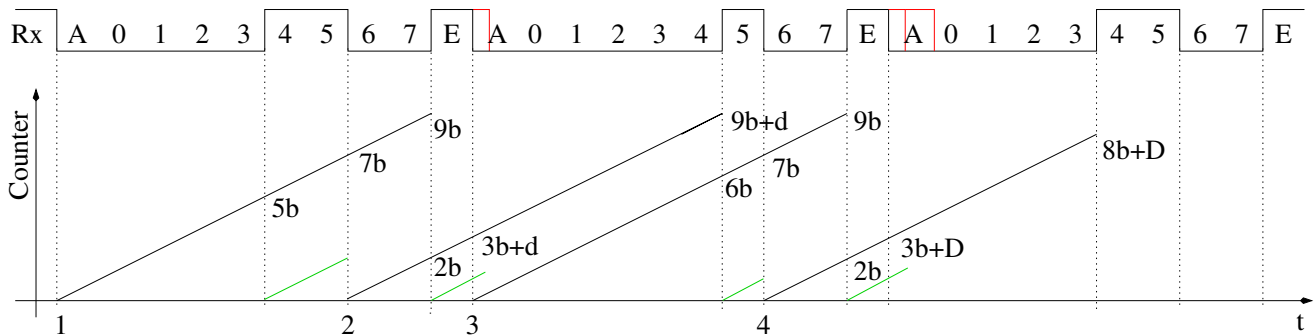

Abbildung 3.8. Mögliche Zeitmessungen für die STK\_GET\_SYNC Bitfolge
Wenn für die Erzeugung des Bootloaders eine Baudrate unter  $100\text{Baud}$  angegeben wird, wird die Baudrate aus dem ersten empfangenen Zeichen automatisch ermittelt. Zum Beginn einer Übertragung mit dem STK500 Protokoll sendet der Rechner das Kommando `STK_GET_SYNC` (0x30) gefolgt vom Steuerzeichen `CRC_EOP` (0x20). Bei der seriellen Übertragung ist als Ruhezustand der High-Pegel (1) verabredet. Die Übertragung beginnt dann mit einem Start-Bit auf Low-Pegel (0). Unmittelbar darauf wird die verabredete Zahl der Datenbits (8) beginnend mit dem niederwertigsten Bit übertragen und dann die Übertragung mit einem oder mehreren Stoppbit (1) abgeschlossen. Der Pegel jedes einzelnen Bits wird für die verabredete Baud-Zeit beibehalten. Unmittelbar nach dem Ende der Stoppbit Übertragung kann das nächste Start-Bit folgen. Es kann aber auch eine Pause mit nicht definierter Zeit bis zur Übertragung der nächsten Bitfolge auf das Stoppbit folgen. In der Abbildung 3.8 ist das erwartete Ergebnis für die möglichen Zeitmessungen dargestellt. Auf der Zeitachse „t“ sind vier mögliche Startpositionen für eine vollständige Zeitmessung dargestellt. Der Counter wird jeweils bei einer erkannten 1 - 0 Flanke gestartet. Die richtige Startposition für das `STK_GET_SYNC` Zeichen ist mit der „1“ markiert. Die Marken „2“, „3“ und „4“ zeigen die Situation für drei falsche Startpositionen. Bei der Marke „2“ und „4“ wird fälschlicherweise eine 1-0 Flanke in der Datenübertragung als Start-Bit angenommen. Bei der Marke „3“ wird zwar ein Start-Bit richtig erkannt, es ist aber das falsche Zeichen (`CRC_EOP`). Es können immer dann die falschen Start-Bits erkannt werden, wenn der Bootloader erst gestartet wird, wenn die Datenübertragung schon läuft. In der Abbildung 3.8 sind die erwarteten Zählerstände für die 4 möglichen Startfälle angegeben. Dabei bedeutet das „b“ den Zählerstand für ein Bit (Baud-Dauer), das „d“ steht für eine mögliche Zeitverzögerung zwischen dem Ende der Stoppbit-Übertragung bis zum Beginn eines neuen Startbits. Das „D“ steht für eine zu erwartende lange Zeitverzögerung bis zum nächsten Startbit. Die Sendesequenz ist hier zu Ende und der Rechner wartet auf eine Antwort des AVR. In der Rx-Reihe sind die Datenbits von „0“ (kleinstes Bit) bis „7“ (höchstes Bit) nummeriert. Das Start-Bit ist mit „A“ und das Stoppbit mit „E“ gekennzeichnet. Das erste Byte ist die Codierung des `STK_GET_SYNC` Kommandos und das zweite Byte die Kodierung des Steuerzeichen `CRC_EOP`.